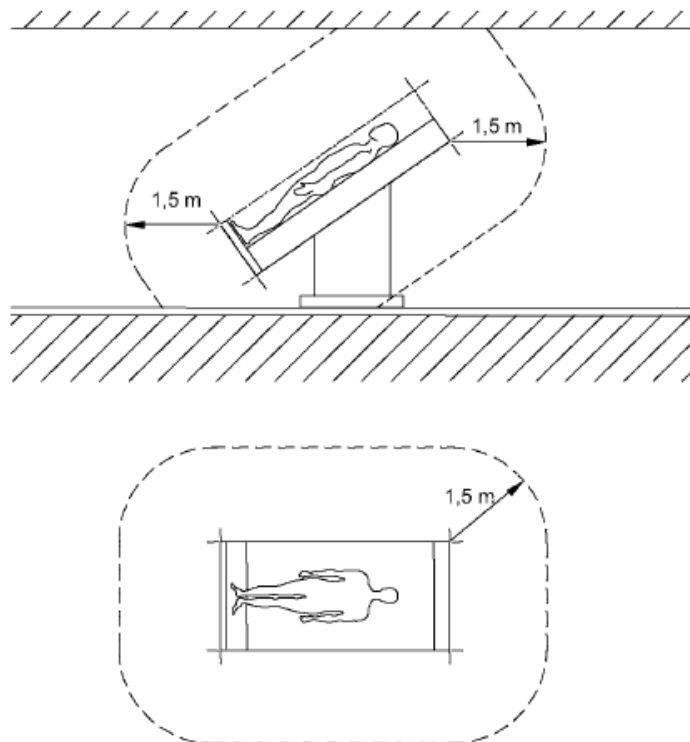

Fig. 1 Minimale omvang van de PATIËNTOMGEVING
- Verwijder met behulp van een plat gereedschap en zonder de verf van de bovenste afdekkingen te beschadigen de onderste afdekkingen van de afvoerbuizen ①, deze zitten vastgeklemd. Zie afbeelding 1.
- Verplaats nu met uw handen de bovenste afdekkingen van het hoofdgedeelte ②, die ook onder druk staan, door ze eerst in de richting van het hoofdgedeelte te verschuiven en, zodra de zijwand is verwijderd, ze naar boven te trekken. Zie afbeelding 1.